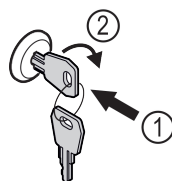

Fig. 175
- ▶ Włożyć kluczyk. Fig. 175 (1)
- ▶ Przekręcić kluczyk o 90° w prawo. Fig. 175 (2)